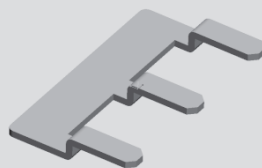

Рис.6.
Данная функция защищает котел от замерзания и активная для всех режимов работы. При снижении температуры в котле ниже +5°C или температура в помещении, где установлен датчик температуры воздуха «T2» (СМ Рис.6) будет ниже +5°C, то котел включится на максимальную мощность. Котел вернется в рабочее состояние после нагрева воды в системе отопления до +30°C или после нагрева воздуха в помещении до +10°C. Эта функция активна при условиях, если котел подключен к электросети.
Снять облицовку, открутив сверху и снизу винты. Подключить котел к электрической сети с помощью зажимов (согласно Рис. 6). Монтаж силовых цепей выполнить от автоматического выключателя до клеммы ХТ1 (L-N-PE) проводом ПВС сечением в соответствии с табл.1, к насосу проводом ПВС 3x0,75мм2 клеммная колодка ХТ2 (L-N-PE). Монтаж цепей управления для подключения датчика температуры выполнить проводом МГШВ 0,75мм2. Длина провода до 30 метров. Если требуется увеличить длину провода, нужен кабель большего сечения. Подключение котла к эл. сети должно осуществляться только при отключенной эл. сети, или отключенным питающим кабелем.
Для подключения примените перемычку Рис.6. (в комплекте с котлом). Необходимо установить перемычку на клеммы L1-L2-L3 клеммной колодки ХТ1 и к клемме L1 подключить фазный провод.
10.7.2. Снять облицовку, открутив сверху и снизу винты. Подключить к котлу комнатный термостат с помощью зажимов (согласно Рис. 6, клеммы ) . Подключение термостата выполнить проводом ПВС 2x1 мм2. Длина провода до 30 метров. Если требуется увеличить длину провода, нужен кабель большего сечения.